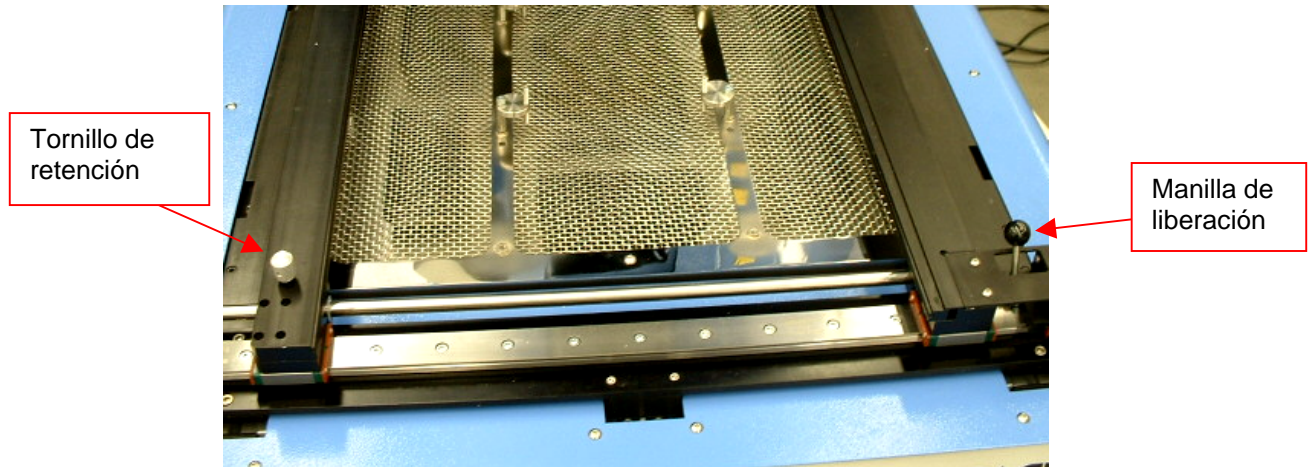

Figura 16
- v. Coloque la PCB entre los brazos del TF 2500 y apriete el tornillo de retención. (Figura 16)
- viii. La cámara saldrá automáticamente. (Figura 16)